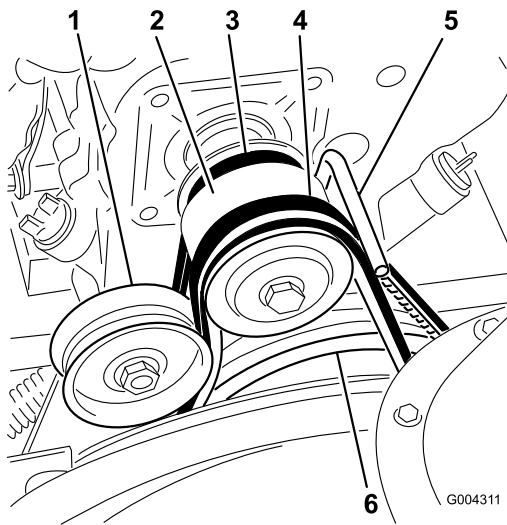

Bild 31
1. Bundbolzen (2)
3. Lösen Sie die Riemenführung (Bild 31).
4. Nehmen Sie den Antriebsriemen für Spindel/Gebläse von der Motorscheibe und der großen Räumwerk-/Laufwheelscheibe ab (Bild 31).
9. Nehmen Sie den Fahrtriemen von der Motorscheibe und der großen Antriebsriemenscheibe ab (Bild 31).
11. Legen Sie den Riemen um die Motorscheibe. Achten Sie dabei darauf, dass sich der Riemen an der Innenseite der Riemenführung befindet (Bild 31).
16. Legen Sie den Antriebsriemen für Räumwerk/Gebläse um die große Riemenscheibe für Räumwerk/Gebläse und um die Motorscheibe. Achten Sie dabei darauf, dass sich der Riemen auf der Innenseite der Spannscheibe und Riemenführung befindet (Bild 31).
2. Lösen Sie die Riemenführung (Bild 31).
3. Nehmen Sie den Antriebsriemen für Spindel/Gebläserad von der Motorscheibe und der großen Räumwerk-/Laufwheelscheibe ab (Bild 31).
4. Montieren Sie an der großen Riemenscheibe des Räumwerks/Gebläserads einen neuen Riemen (Bild 31).
5. Legen Sie den Riemen um die Motorscheibe. Achten Sie dabei darauf, dass sich der Riemen an der Innenseite der Riemenführung befindet (Bild 31).